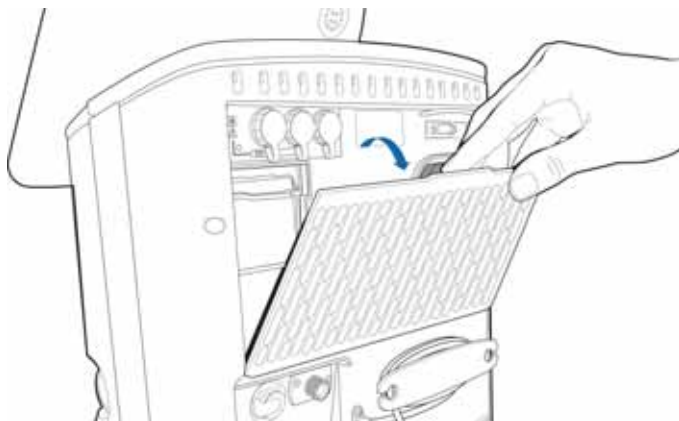

图 10-1. 卸下过滤器盖
7. 安装新风扇过滤器（图 10-1）或用温和的肥皂溶液洗涤现有的过滤器、冲洗、干燥并重新安装。